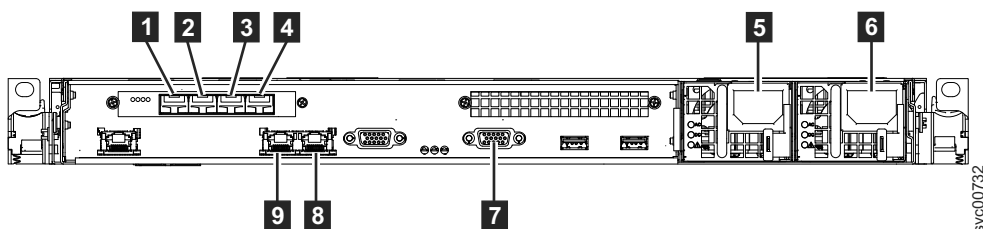

图 34. SAN Volume Controller 2145-CG8 后部的接口
1. 将以太网电缆连接到以太网端口 1 (如第 36 页的图 34 中的 **9** 所示) 和以太网端口 2 (如 **8** 所示)。